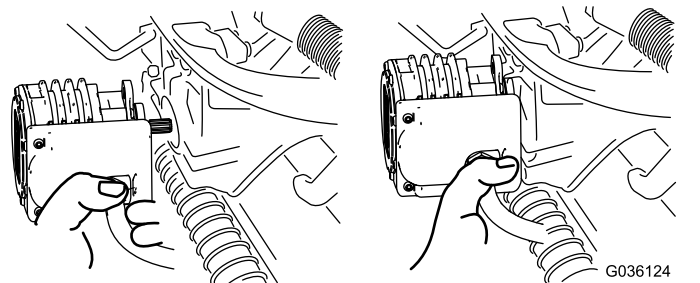

図 69
5. 外したモータは、サスペンションアームの前部にある一時保管位置にセットしておく **図 69**。